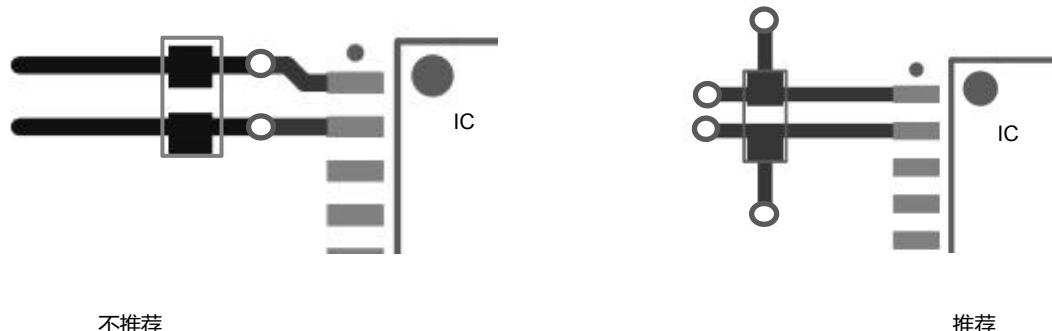

图 17-2
3、当需要在供电电源线和地线中放置过孔时，过孔的位置应在电容相对芯片引脚的外侧，而非放置在电容与芯片之间，如下图 17-2 所示，以减少过孔寄生电感的影响。